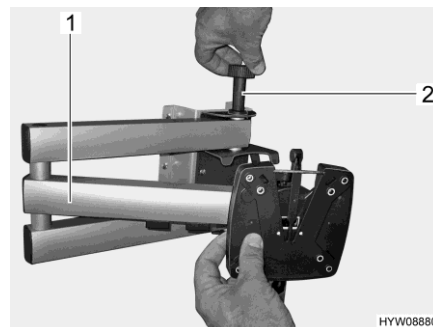
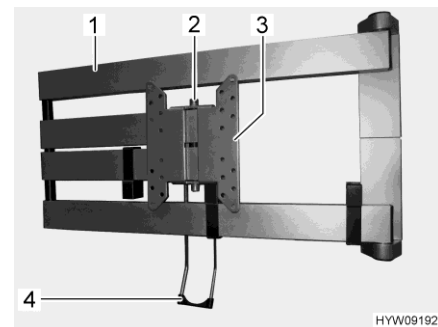

Fig. 90 Braccio snodato (raffigurato senza schermo piatto)
Fig. 91 Braccio snodato (alternativa)
- Tirare il bottone di sbloccaggio (Fig. 90,2) o la staffa di sbloccaggio (Fig. 91,2). Il braccio snodato (Fig. 90,1 o Fig. 91,1) è sbloccato.